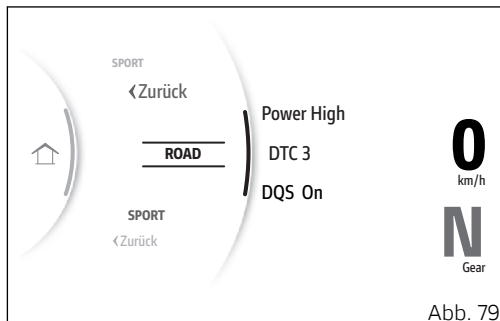

Abb. 79
- Die Taste **MODE/ENTER** (3) lange gedrückt halten.
- Die entsprechende Anzeigeseite (Abb. 79) wird eingeblendet, auf der die verfügbaren Fahrmodi über die Tasten (1) und (2) gescrollt und deren Parameter mit den entsprechend eingegebenen Werten angezeigt werden können.
- Zum Bestätigen auf die Taste **MODE/ENTER** (3) drücken.